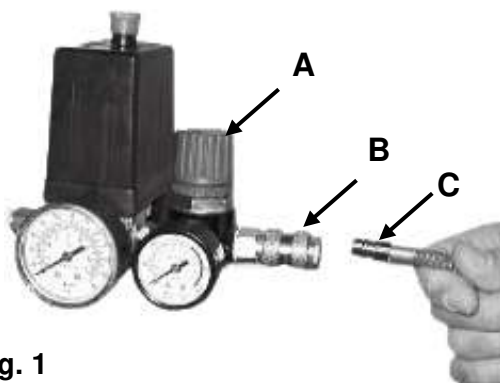

Fig. 1
2. Raccordez le connecteur d'air comprimé **C** du tuyau flexible au raccord d'air comprimé **B** (fig. 1).